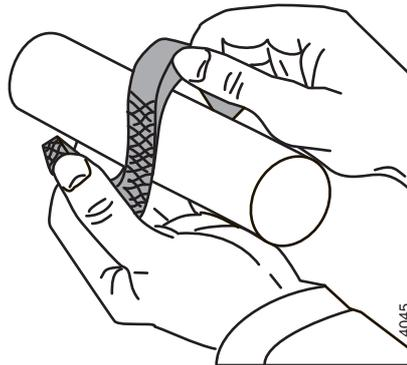

Abbildung 16: Aufbiegen Packungringe Stopfbuchspackung.
- 1 Die 5 Dichtungsringe werden angebracht. Die Dichtungen werden abwechselnd um die Öffnungen gelegt. Die Dichtungsringe dürfen nur axial aufgebogen werden, siehe Abbildung 16.